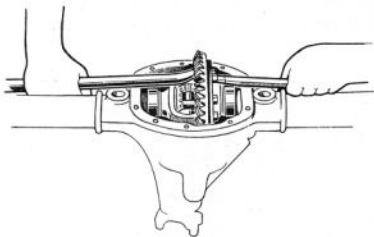

FIGURE 2.—Démontage du différentiel.
3. En utilisant 2 leviers-barres, un de chaque côté de la couronne conique et parallèlement au tube du pont, soulever l'ensemble du différentiel ainsi qu'il est montré sur la figure 2.